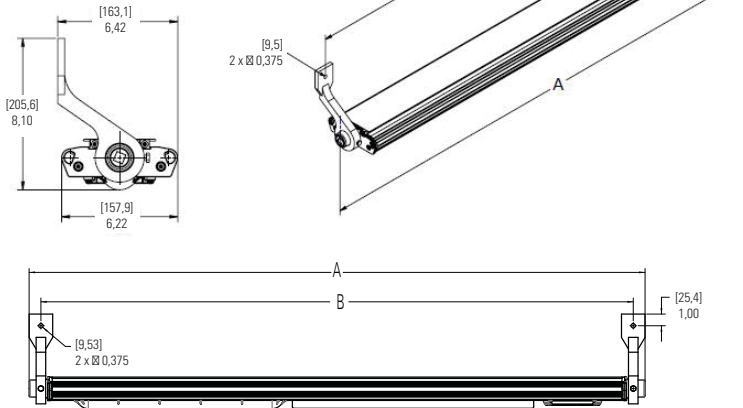

Figure 1. Montage latéral du DP1052MTK
2. Marquer et percer des trous pour fixer les supports d'extrémité. Utiliser deux (2) boulons de 1/4 po (non inclus) au centre pour centrer les mesures (voir la figure 1).
3. Le luminaire peut maintenant être installé. Il est fortement recommandé que deux (2) professionnels qualifiés réalisent le montage final du luminaire, afin d'éviter des blessures corporelles ou des dommages au luminaire.